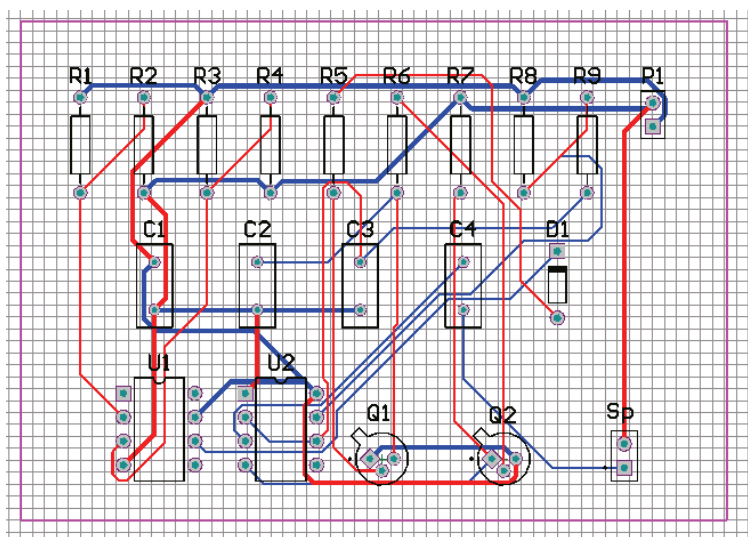
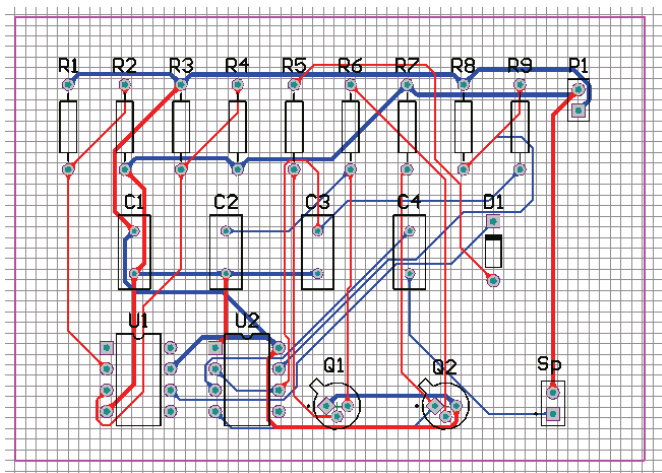
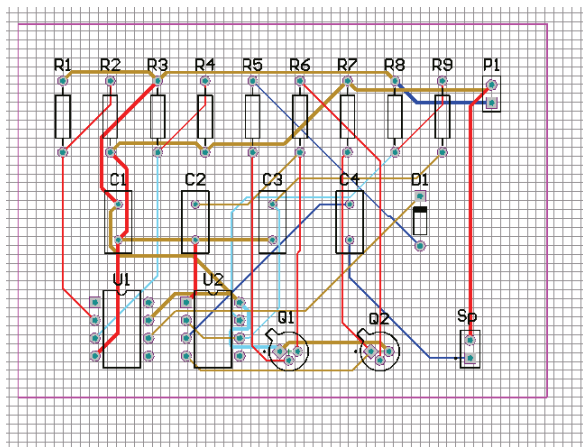

图 11-46 全局自动布线结果图
图 11-49 加补泪滴后接触式防盗报警电路双面 PCB
图 11-60 接触式防盗报警电路四层 PCB
(3) 自动布线完成后, 按 **End** 键重绘 PCB 画面, 结果如图 11-46 所示。
(2) 设置完成后，单击 按钮，即可进行加补泪滴操作。双面 PCB 接触式防盗报警电路图 11-46 加补泪滴后如图 11-49 所示。
(6) 执行菜单命令【Auto Route】→【All...】，对其进行重新自动布线。
(7) 自动布线完成后，执行菜单命令【Design】→【Board Layer & Colors】，在弹出的工作层面设定对话框中，勾选内层显示，这时其四层 PCB 结果如图 11-60 所示。
将图 11-60 与图 11-49 比较，读者会发现图 11-60 中多了两种颜色网络线，这是内层连接线，表明元件与内层电源或地相连接。